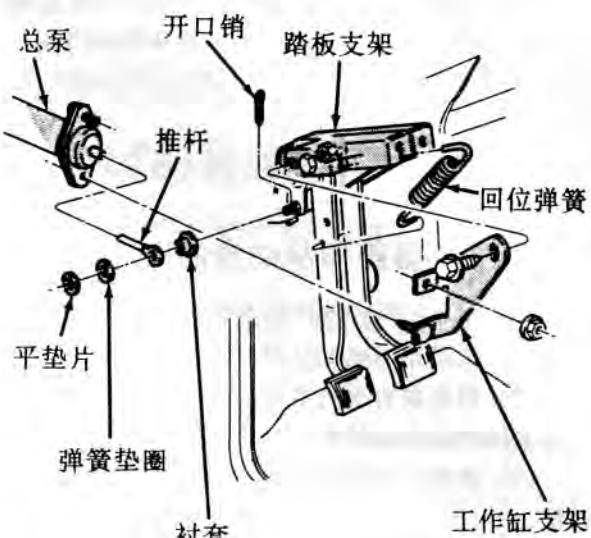

图 4 推杆连接
(3) 降下车辆。
(4) 如有必要，可拆下仪表盘下的内饰板来取下推杆。
(5) 拆下紧固推杆与轴臂的开口销及垫圈，从轴臂上取下推杆(图 4)。